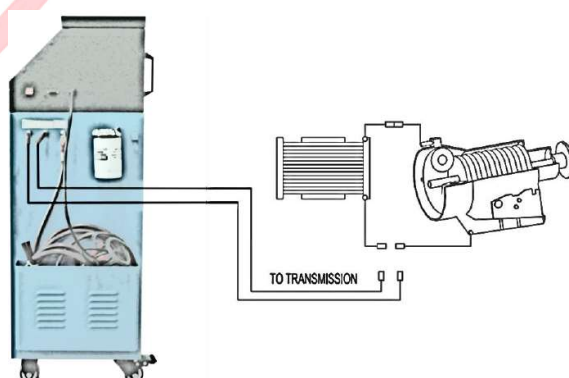

Рисунок 7
1.5. Подсоедините две масляные трубки, обозначенные «К ТРАНСМИССИИ» на GD-332, к обоим концам отсоединенной масляной трубки автоматической коробки передач (нет необходимости учитывать направления потока, система автоматически распознает вход и выход), как показано на рис. 7.